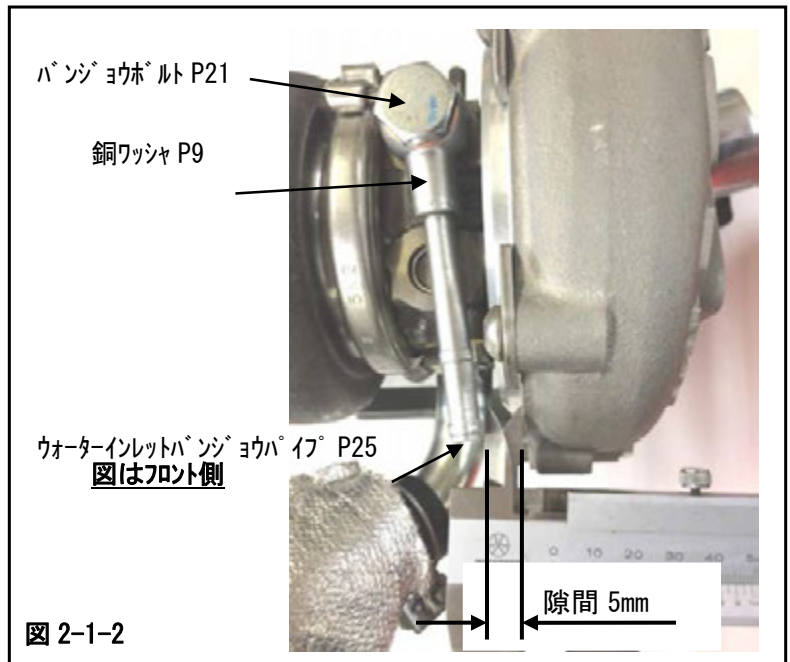

図 2-1-2
(6) 前後のターボにウォーターインレットバンジョウパイプをバンジョウボルトで取付けてください。(図 2-1-2)